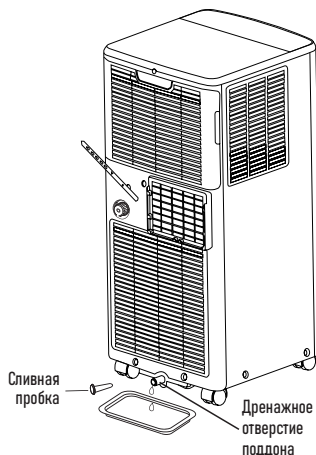

Рисунок 12
- Осторожно переместите прибор в место слива, выньте сливную пробку и дайте воде стечь (рисунок 12). Или используйте емкость для сбора капель воды, стекающих из слива.